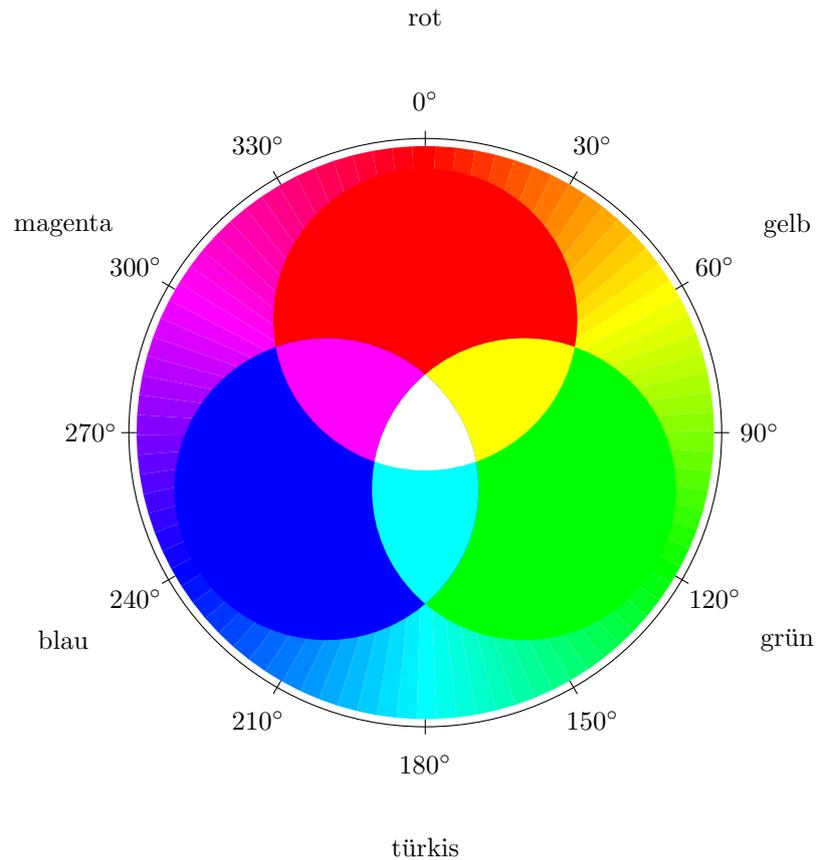

Abbildung 3.6: Mischpalette der drei Grundfarben rot, grün und blau.
Bei der LED des mBot handelt es sich um eine RGB-LED. Der Zusatz RGB ist wichtig, denn dieser besagt, dass unsere Leuchtdiode nicht nur in einer Farbe leuchten kann. RGB steht hierbei für Rot–Grün–Blau. Vielleicht kennst du den RGB-Farbraum ja schon aus dem Kunstunterricht. Dabei handelt es sich um einen additiven Farbraum, d.h. durch das additive Mischen der drei Grundfarben können alle anderen Farben erzeugt werden. Abbildung 3.6 zeigt dir die Mischpalette dieser drei Grundfarben.
- Der Idealfall der additiven Farbmischung lässt sich durch drei Scheinwerfer mit den Farben rot, grün und blau beschreiben, die auf eine schwarze Fläche leuchten. Die Lichtkegel der Scheinwerfer sollen sich dabei teilweise überschneiden (s. Abbildung 3.6 ohne das Äußere der drei Kreise). Hier ergeben sich also folgende Farbmischungen: